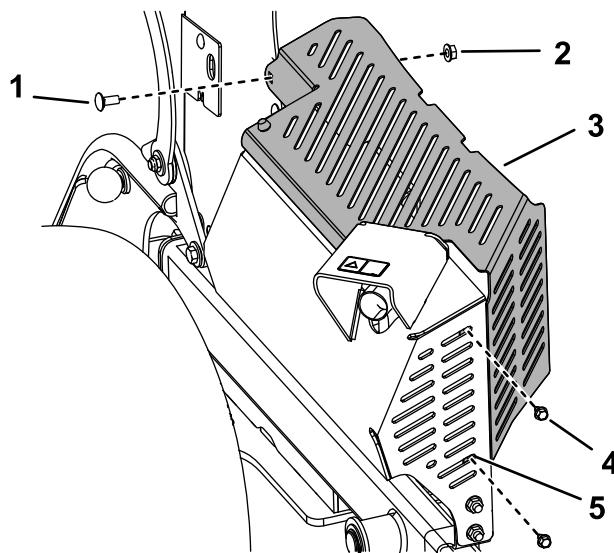

Figure 7
- 3. Recouvrez la protection du silencieux de l'écran pare-chaleur, en plaçant les languettes à l'intérieur de la protection, et fixez le tout avec 2 vis autotaraudeuses ainsi que le boulon de carrosserie et l'écrou que vous avez retirés précédemment (Figure 7).